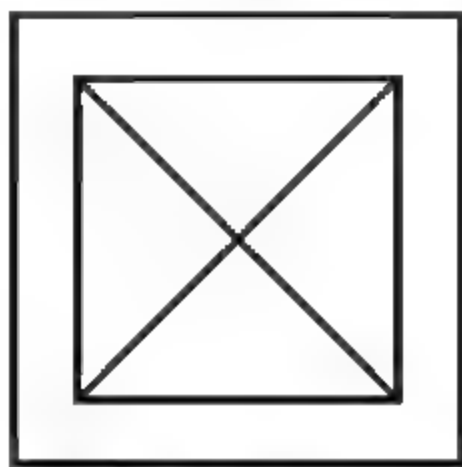

图4-134 绘制对角线
**02** 调用L【直线】命令，结合【端点捕捉】功能，绘制内部矩形的对角线，尺寸如图4-134所示。